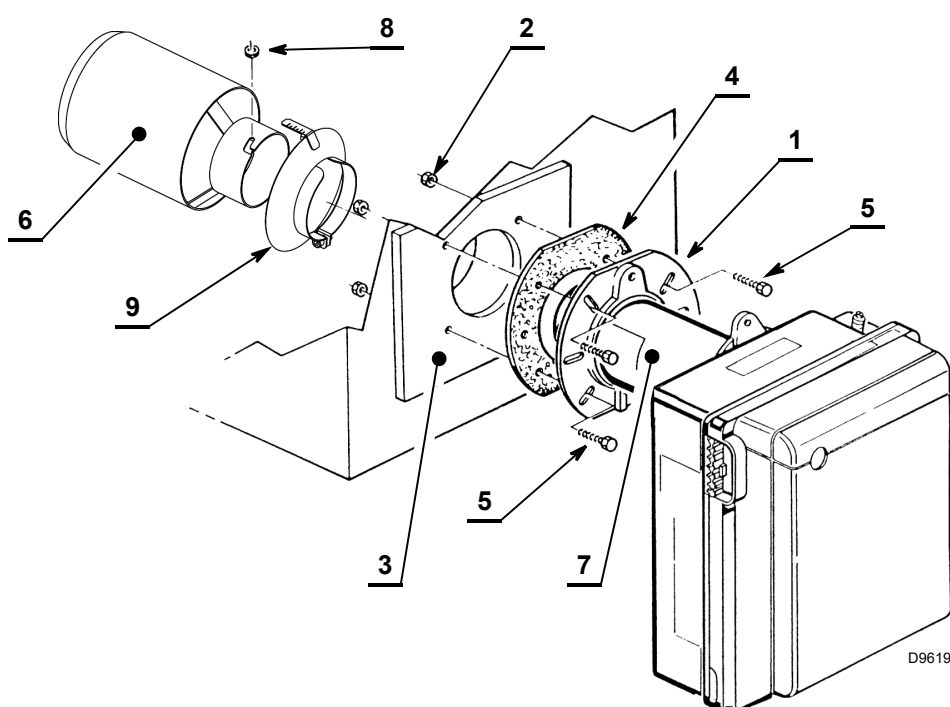

Fig. 10
- Fissare alla portina della caldaia 3) la flangia 1) mediante le viti 5) e (se necessario) i dadi 2) interponendo lo schermo isolante 4)(Fig. 10).
- Inserire il tubo di ricircolo 6) sul boccaglio del bruciatore 7) e fissarlo con il dado 8)(Fig. 10).